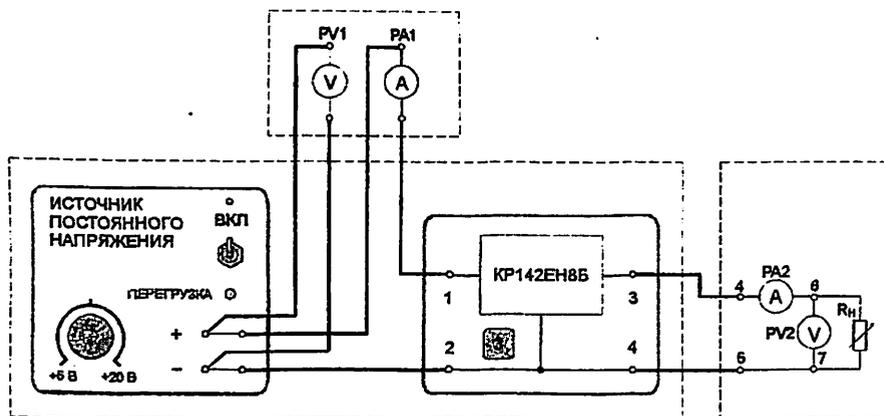

Рис. 10.1. Соединение элементов установки для исследования работы интегрального стабилизатора напряжения
1. Собрать схему, приведенную на рис.10.1.